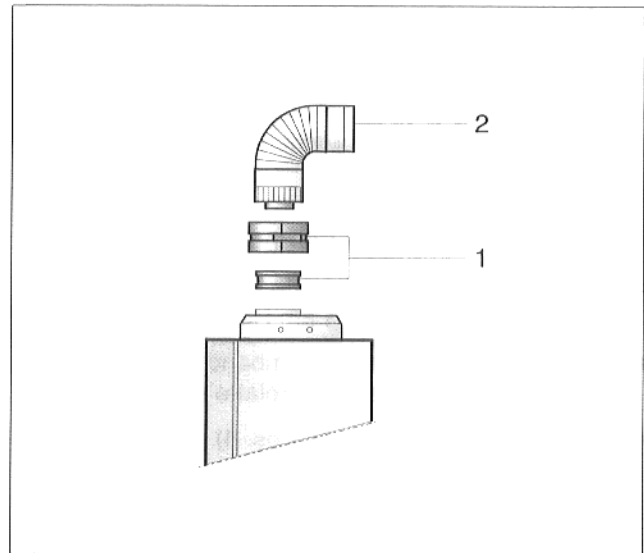

Abb. 12 Montage Kesselanschluß
- Silikonmanschette und Klemmband (Abb. 12, Pos. 1) über konzentrischen Bogen (Abb. 12, Pos. 2) schieben.